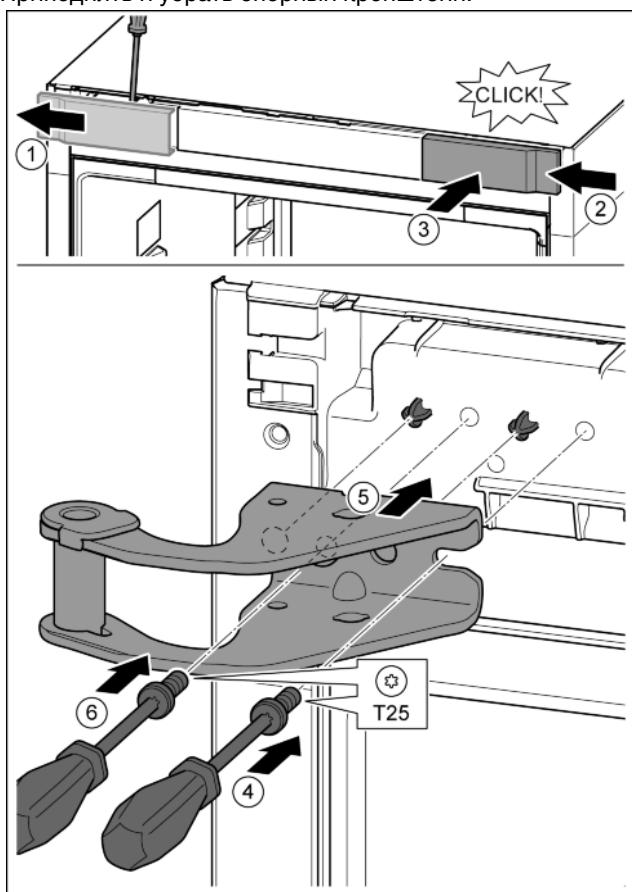

Fig. 9
- Крышку отсоединить с помощью отвертки и убрать в сторону. Fig. 9 (1)
- Навесить крышку, повернув ее на 180°, справа с другой стороны. Fig. 9 (2)
- Крышку зафиксировать. Fig. 9 (3)
- Установить винт отверткой T25. Fig. 9 (4)
- Установить верхний опорный кронштейн. Fig. 9 (5)
- Затянуть винт. Fig. 9 (4)
- Вставить и затянуть винт отверткой T25. Fig. 9 (6)